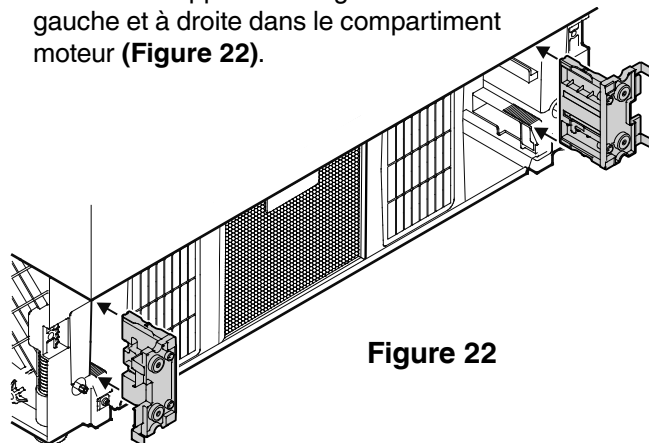

Figure 22
4. Insérer les supports de la grille de ventilation à gauche et à droite dans le compartiment moteur (**Figure 22**).